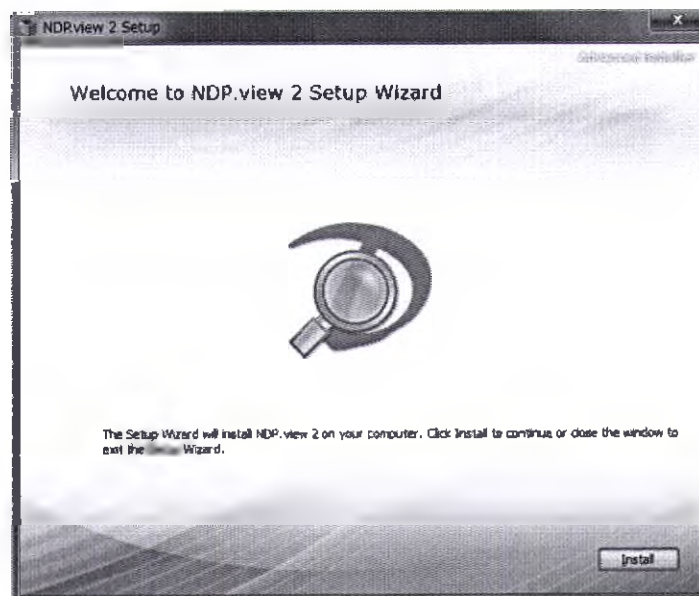

Рисунок 3
(4) После появления на экране окна Мастера установки (Рисунок 3) нажмите кнопку [Install] (Установить).